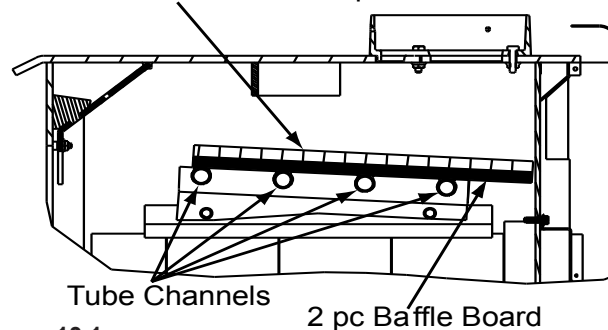

Figure 13.1
1. Confirmez que la position du déflecteur est correcte. Il doit affleurer le tube avant et reposer sur tous les tubes. **(Figure 13.1).**